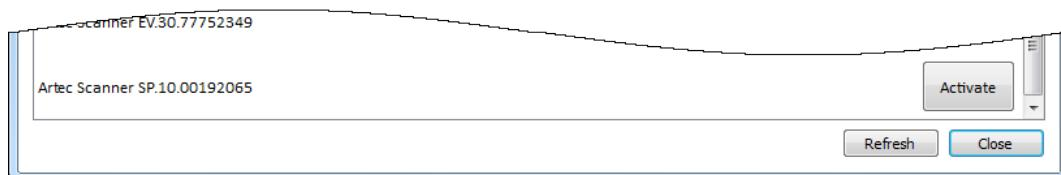
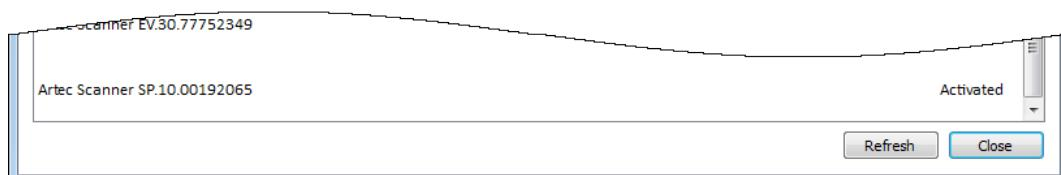

Рис. 4.4: Кнопка Активировать для 3D-сканера
Рис. 4.5: 3D-сканер активирован
1. Запустите Artec Installation Center (через меню Пуск: нажмите Пуск → Все программы → Artec Group → Artec Installation Center), откроется окно, как на Рис. 4.4.
3. Перейдите к окну Artec Installation Center, нажмите кнопку Обновить и дождитесь, пока новый сканер появится в разделе Сканеры (см. Рис. 4.4). Чтобы активировать ваш 3D-сканер, нажмите кнопку Активировать (справа от серийного номера сканера). Состояние сканера будет изменено на Активирован, как показано на Рис. 4.5.